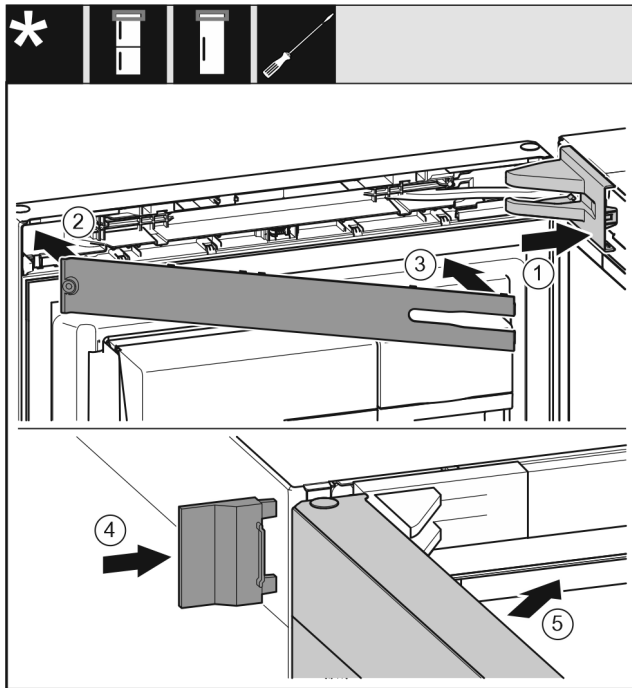

Fig. 32
- ▶ Applicare e innestare la copertura del blocco di supporto Fig. 32 (1), eventualmente staccarle l'una dall'altra con cautela.
- ▶ Applicare la maschera Fig. 32 (2).
- ▶ Ruotare verso l'interno la maschera Fig. 32 (3) e innestarla.
- ▶ Applicare la copertura esterna Fig. 32 (4).
- ▶ Chiudere la porta superiore Fig. 32 (5).